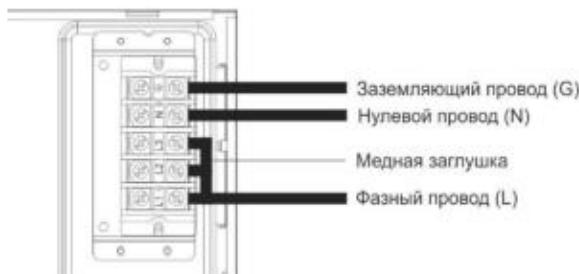

Рис.11. Однофазное подключение прибора
- Схема однофазного подключения сетевого кабеля к клеммной колодке указана в Рис. 11.